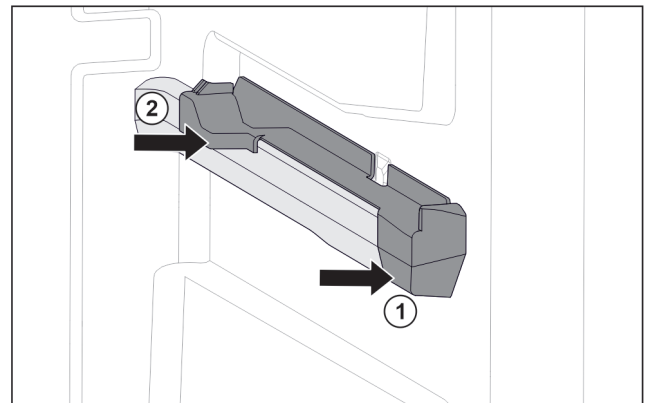

Fig. 109 Elemento inseribile sulla nervatura destra del contenitore
- ▶ Posizionare l'elemento inseribile sulla parte anteriore della nervatura del contenitore. Fig. 109 (1)
- ▶ Premere l'elemento inseribile sulla parte posteriore. Fig. 109 (2)